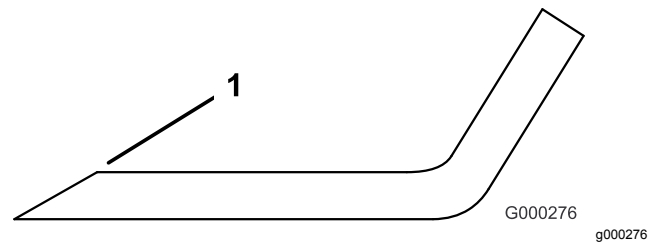

Bild 108
- Prüfen Sie die Schnittkanten aller Messer und schärfen die Kanten, wenn sie stumpf sind oder Kerben haben (Bild 108).
Hinweis: Schärfen Sie nur die Oberseite der Schnittkante und behalten Sie den ursprünglichen Schnittwinkel bei, um die Schärfe des Messers zu gewährleisten (Bild 108). Das Schnittmesser behält seine Auswuchtung bei, wenn von beiden Schnittkanten die gleiche Materialmenge entfernt wird.